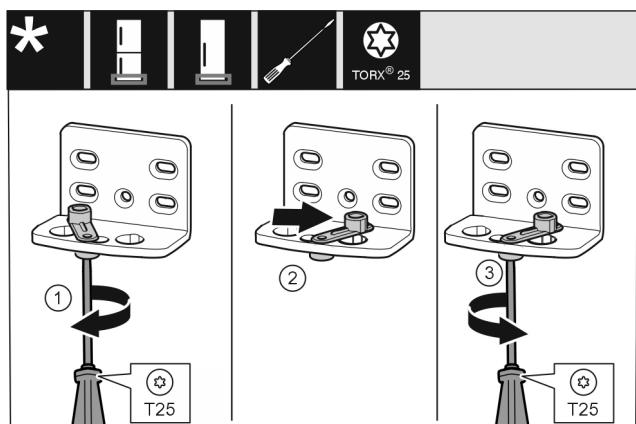

Fig. 11
- Odvijačem T25 labavo zavijte vijak. Fig. 11 (1)
- Podignite pomagalo za zatvaranje vrata i okrenite ga za 90° udesno u provrt. Fig. 11 (2)
- Odvijačem T25 čvrsto pritegnite vijak. Fig. 11 (3)